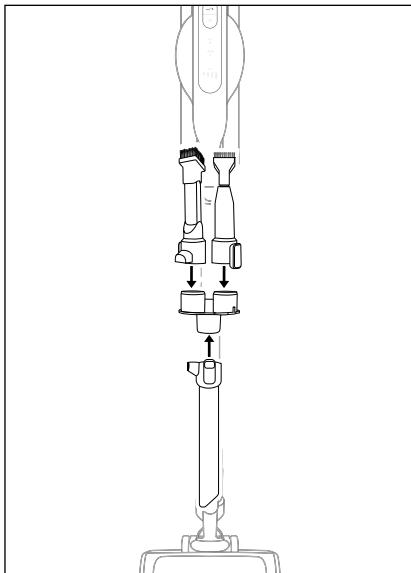

Fig. 20
- ◆ Retirez les accessoires de l'appareil et placez-les sur le support pour accessoires ⑯ pour les ranger (voir fig. 20).